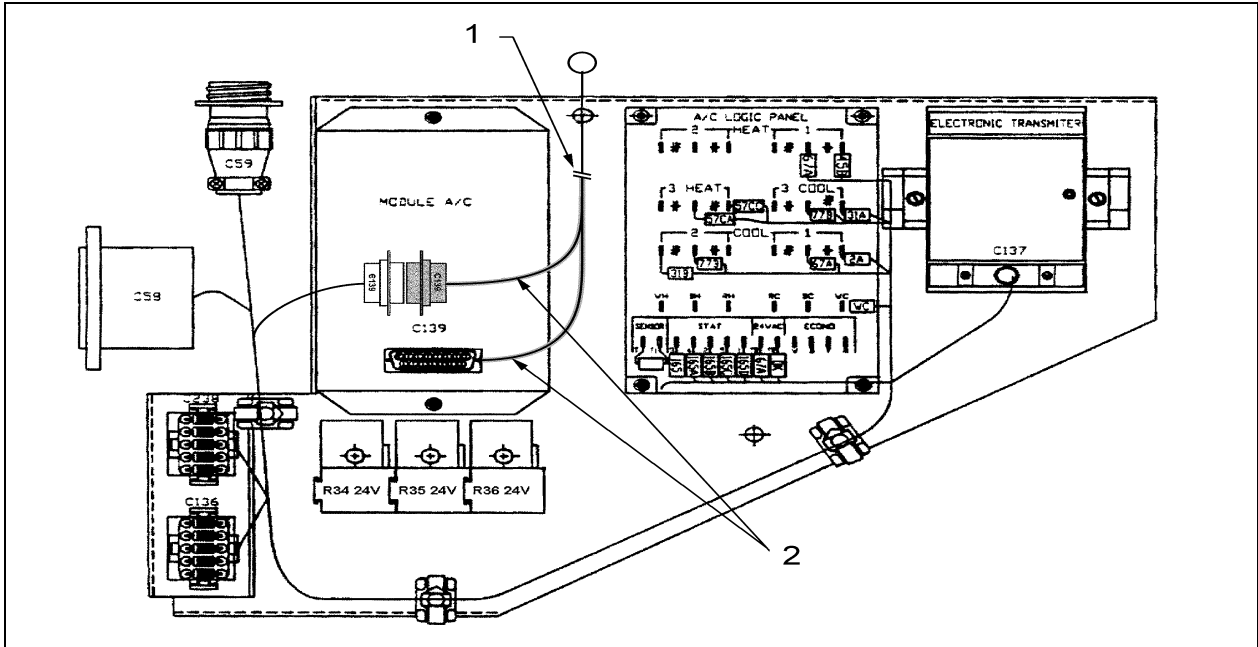

Figure 15: Compartiment électrique arrière. (1) Câble à couper venant du thermostat; (2) Deux connecteurs C139 à débrancher et à jeter.
2. Couper le câble venant du thermostat (fils 67A et 67M) tel qu'illustré par l'élément 1 de la figure 15. Débrancher et jeter les deux connecteurs C139 de ce câblage (élément 2, figure 15). Le premier connecteur est branché sur le module de l'air climatisé et le second sur le câblage du véhicule;